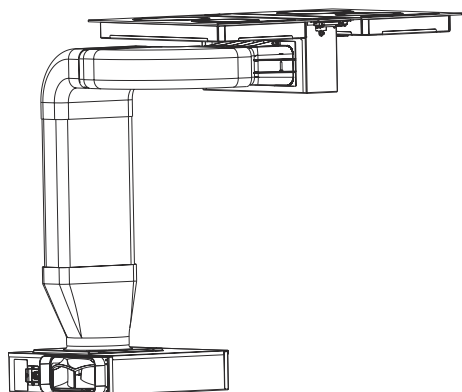

Fig. 14
7. ➤ Anslut nu utsugskanalen och slutför installationen (Fig. 14).